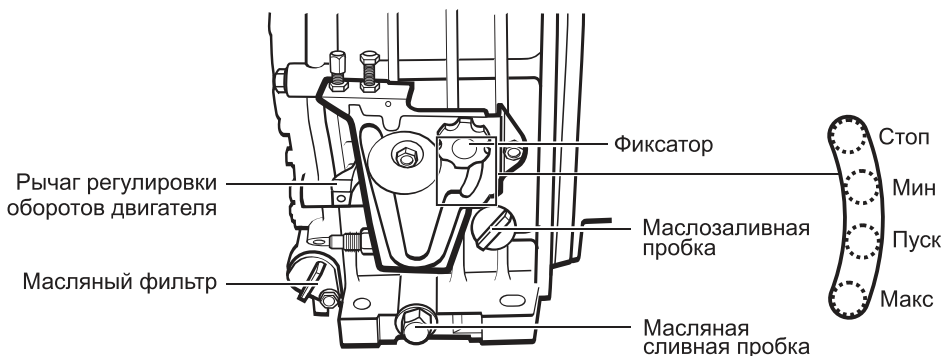

Рис. 7
- Управление работой мотопомпы осуществляется с помощью фиксатора и шкалы на блоке управления (рис. 7). Чтобы переместить фиксатор в нужное положение, открутите его против часовой стрелки, чтобы зафиксировать - закрутите по часовой стрелке.
- Установите фиксатор оборотов двигателя на блоке управления запуском и оборотами двигателя в положение «ПУСК» (рис. 7) и зафиксируйте, закрутив его.
- После запуска переведите фиксатор оборотов двигателя на блоке управления запуском и оборотами двигателя в положение «МИН» (рис. 7) и зафиксируйте.
- Установите фиксатор оборотов двигателя на блоке управления запуском и оборотами двигателя в положение «ПУСК» (рис. 7) и зафиксируйте, закрутив его. **Ни в коем случае не устанавливайте фиксатор в положение «МАКС»!**